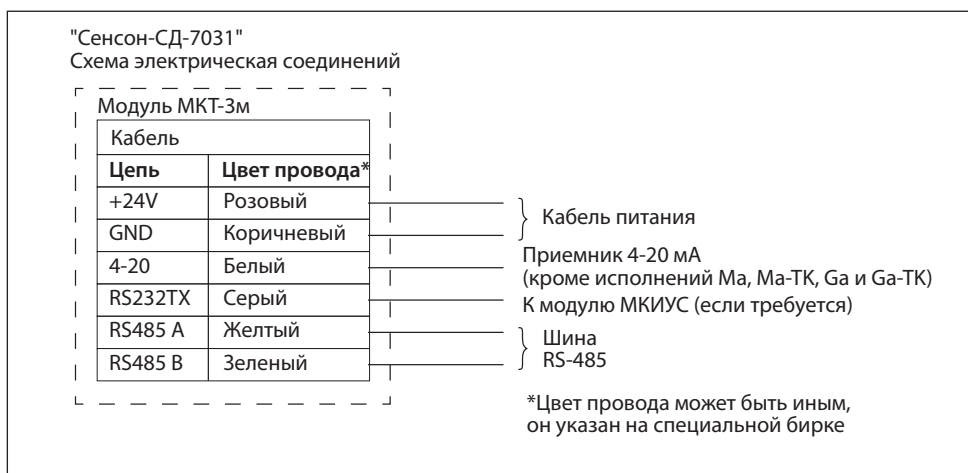

Рис.6. Схема подключения "Сенсон-СД-7031"
6. Подключите кабель согласно схеме подключения (рис.6) к внешнему коммутационному устройству. Цветовая маркировка проводов кабеля, указанная в схеме подключения, может изменяться, поэтому она приводится в паспорте прибора и на бирке непосредственно на кабеле.